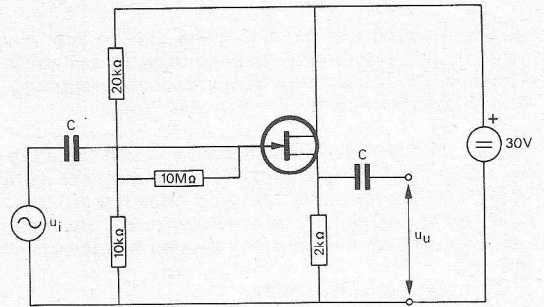
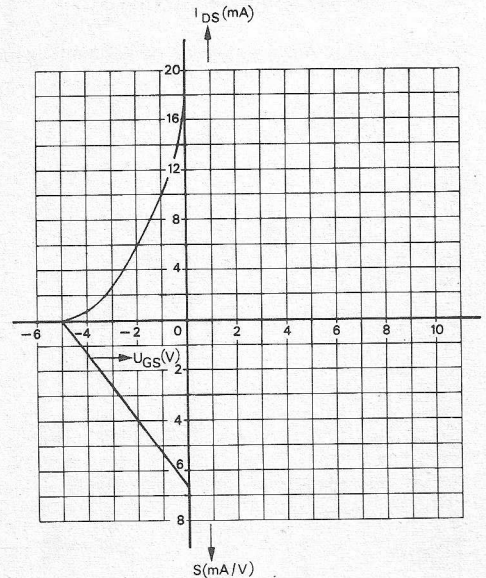

Fig. 20.
Fig. 21.
2. Van de veldeffecttransistor (FET) in fig. 20 is in fig. 21 de $I_{DS} - U_{GS}$ -karakteristiek gegeven, alsmede de steilheidskarakteristiek. Bepaal van deze schakeling met behulp van deze karakteristieken: